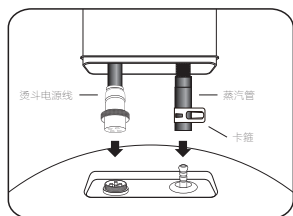

图 1
- 连接主机和烫斗，按(图1)中所示将烫斗的电源线及蒸汽管安装在主机面板上对应的接口处，并锁紧。